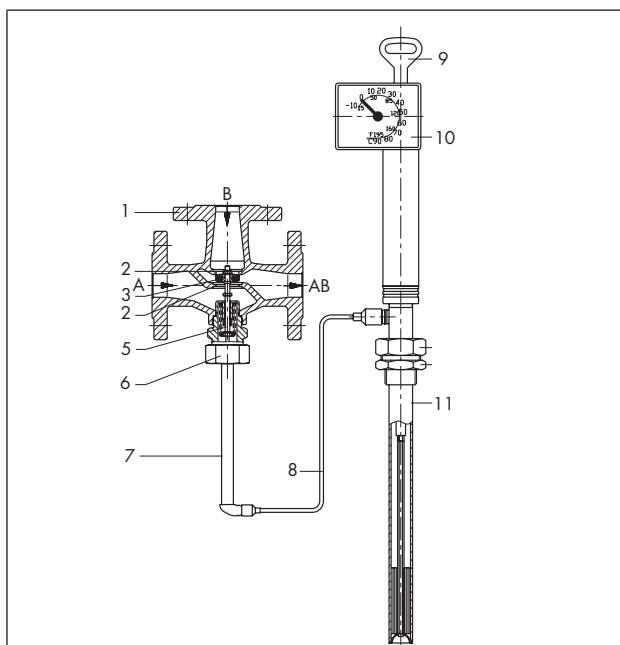
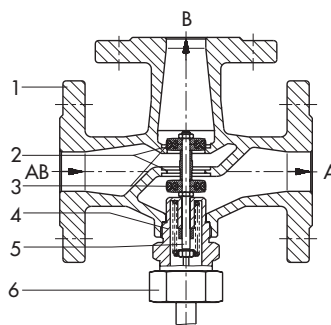

Bild 3: Temperaturregler Typ 8 mit Regelthermostat Typ 2231 und Dreibegeventil mit Kegelanordnung I, Pfeilrichtungen für Mischbetrieb
Bild 4: Dreibegeventil mit Kegelanordnung II, Pfeilrichtungen für Verteilbetrieb
Wirkungsweise (vgl. Bild 3 und Bild 4)
Bei Mischventilen (nach Bild 3 mit Kegelanordnung I) werden die zu mischenden Medien bei A und B zugeführt. Der Gesamtstrom fließt bei AB ab. Der Durchfluss von A oder B nach AB ist von der freigegebenen Fläche zwischen den Sitzen (2) und den Kegeln (3) und damit von der Stellung der Kegelstange (5) abhängig. Bei steigender Temperatur wird Anschluss A geöffnet und Anschluss B geschlossen.
Bei Verteilventilen (nach Bild 4 mit Kegelanordnung II) wird dagegen das Medium bei AB zugeführt und die Teilströme fließen bei A oder B ab. Der Durchfluss von AB nach A oder B ist von der Stellung der Kegelstange abhängig.